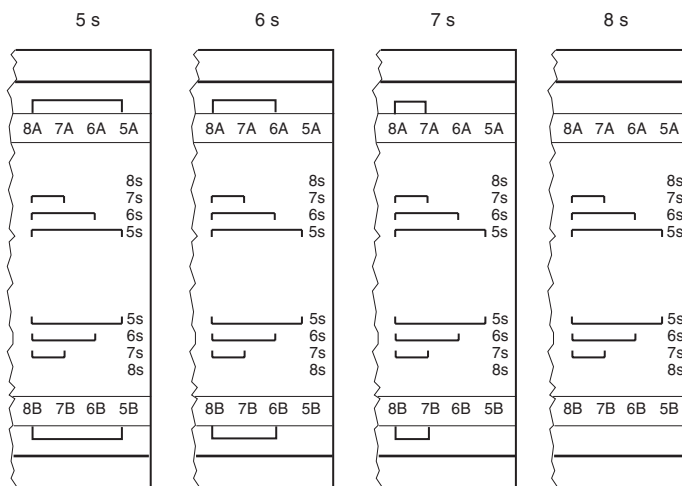

Fig. 2: Einstellung der Verzögerungszeit/ Setting the time delay/ Réglage de la temporisation
- Verzögerungszeit einstellen (siehe Fig. 2)
- Setting the time delay(see Fig. 2)
- Réglage de la temporisation (Fig. 2)